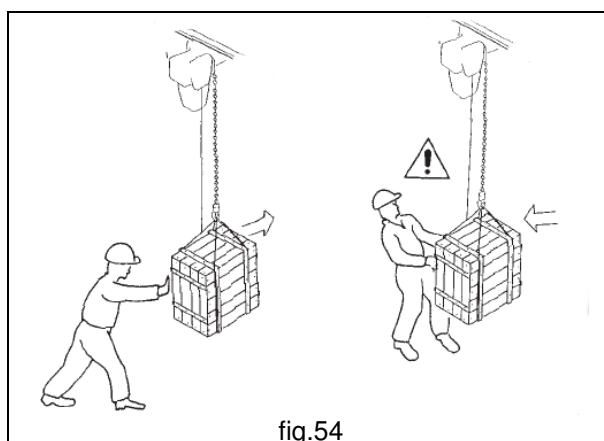

fig.54
- **Nelle manovre manuali di rotazione del braccio** l'operatore deve movimentare il carico spingendolo e mai trainandolo verso di sé, per evitare il rischio di schiacciamento (fig.54).